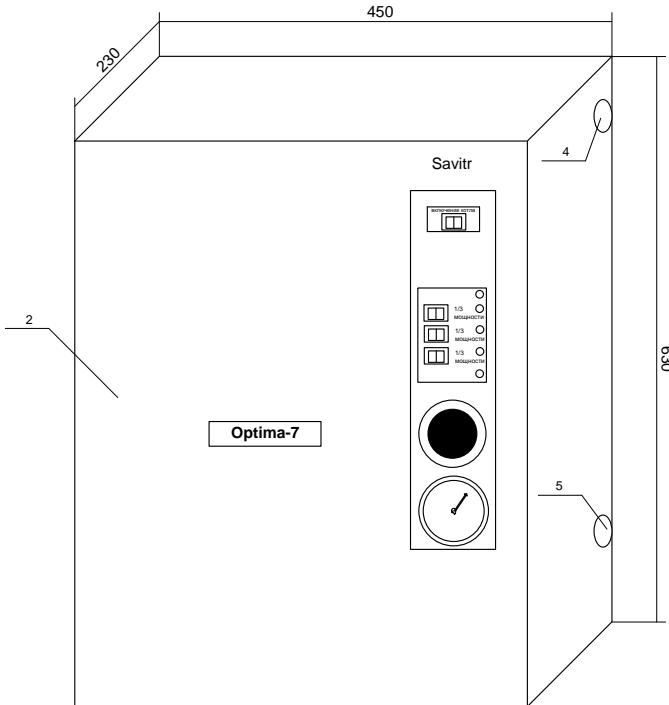

Рисунок 2. Общий вид водонагревателя «Optima»
6.1. Для подготовки водонагревателя электрического серии «Optima»/«Standart» к работе, необходимо подсоединить его к отопительной системе, закрепив его на стене таким образом, чтобы в случае срабатывания клапана безопасности (поз.17 рис.2) теплоноситель мог свободно стекать вниз.
Для электрического питания котла необходимо подключить три фазы к контактам пускателя (поз.10 рис.2), соответственно к клеммам A, B, C и нейтраль к клемме N. Для подключения электронагревателя к электросети необходимо использовать кабель определенного сечения (см. таблица 1).
Рекомендуется силовые кабели и кабели управления прокладывать раздельно, для этого в корпусе предусмотрены раздельные кабельные вводы (поз 4 и 5 рис. 2).
6.9. Заземлите водонагреватель. Контакт заземления (поз.11 рис.2), соедините медным гибким проводом, сечением не менее $2,5 \text{ mm}^2$ с заземляющей магистралью. Последовательное включение в заземляющую магистраль запрещается!
- выберите необходимую мощность водонагревателя. Для этого включите любые одну, две или три клавиши мощности на блоке управления 22 (рис.2);
- установите необходимую температуру теплоносителя регулятором температуры 8 (рис.2) и температуру воздуха в помещении на комнатном термостате (в случае его использования);